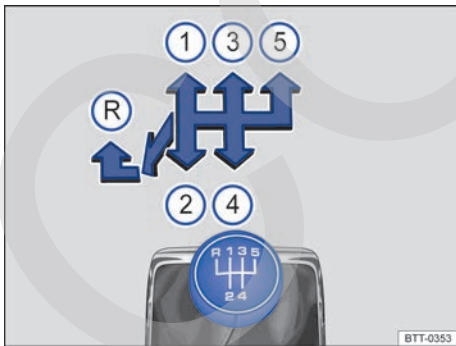
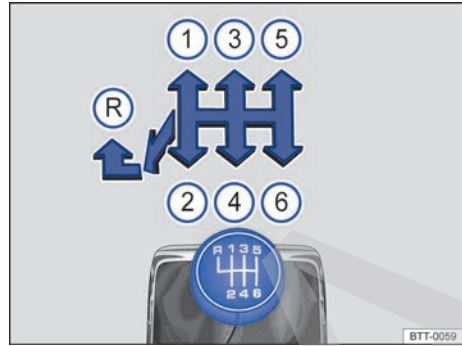

Fig. 118 Esquema de las marchas de un cambio manual de 5 marchas.
Fig. 119 Esquema de las marchas un cambio manual de 6 marchas.
En la palanca de cambios están representadas las posiciones de cada una de las marchas → fig. 118 o → fig. 119.
- Mueva la palanca de cambios completamente hacia la izquierda y a continuación hacia delante para situarla en la posición de la marcha atrás → fig. 118 (R) o → fig. 119 (R).